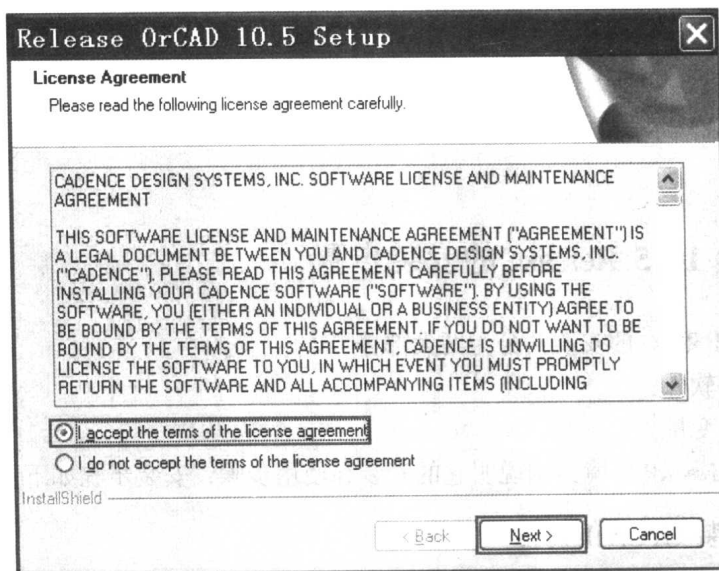

图 1-2 许可证书认证界面
2) 出现许可证书认证界面, 单击【I accept the terms of the license agreement】选项, 并单击【Next】按钮, 进入正式安装, 如图 1-2 所示。